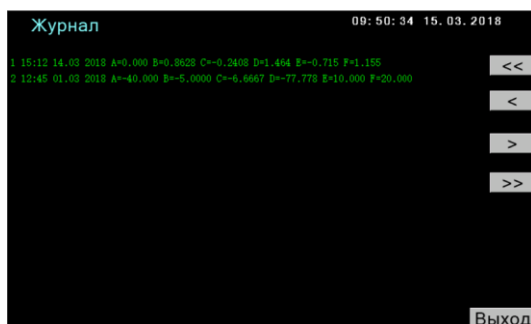

Рисунок 14 – Окно «Журнал»
9.2.5 Окно «Журнал» (рис.14) предназначено для просмотра всех изменений параметров влагомера: